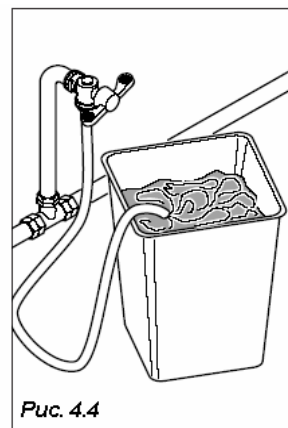

Рис. 4.4
- Перед подсоединением торгового автомата к водопроводной сети слейте воду из крана в приготовленную емкость, чтобы напором воды удалить возможные загрязнения (Рис. 4.4).